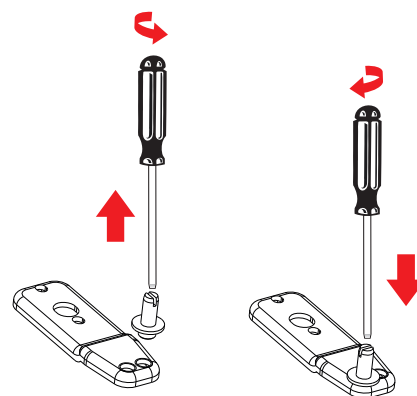

Fig. 16
- ▶ Retirez le tenon de la charnière inférieure avec un tournevis plat et revissez le tenon dans le trou du côté opposé (fig. 16).